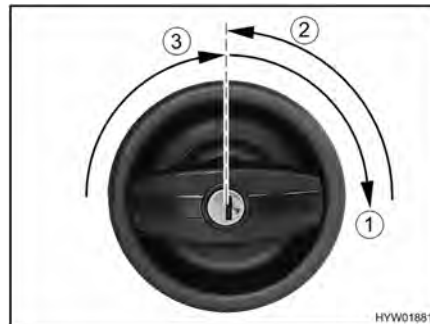

Fig. 22 Cerradura de la puerta de entrada, en el exterior, abrir
- Introducir la llave en el cilindro de cierre y girar en sentido de las agujas del reloj (Fig. 22,1) hasta que esté desbloqueada la cerradura de la puerta.
- Girar hacia atrás la llave a la posición central (Fig. 22,2) y extraerla.
- Girar el puño de la puerta en sentido de las agujas del reloj (Fig. 22,3), hasta que se desbloquee la cerradura de la puerta.